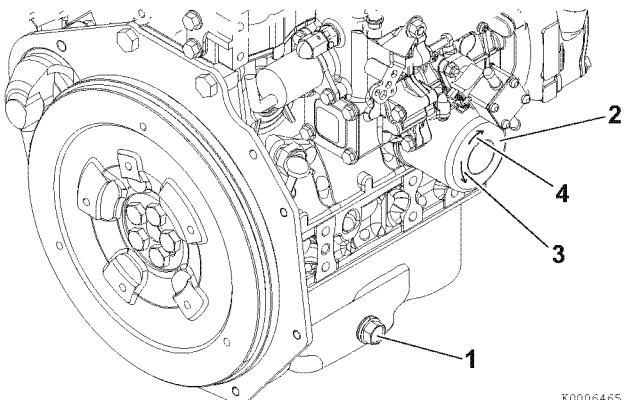

Рисунок 2
6. Извлеките из масляного картера двигателя сливную пробку масла (1, Рисунок 2). Дождитесь вытекания масла.
7. Когда все масло из двигателя слито, установите сливную пробку масла (1, Рисунок 2) на место и затяните ее с моментом 53,9–63,7 Н·м (5,5–6,5 кгс·м).
- С помощью ключа для масляного фильтра вращайте масляный фильтр двигателя (2, Рисунок 2) против часовой стрелки (3, Рисунок 2).
- Нанесите немного моторного масла на прокладку нового масляного фильтра. Установите новый масляный фильтр двигателя, вращая его рукой по часовой стрелке (4, Рисунок 2), пока он не коснется установочной поверхности. С помощью ключа для масляного фильтра затяните с моментом 19,6–23,5 Н·м, (2,0–2,4 кгс·м) или сделав еще один оборот.